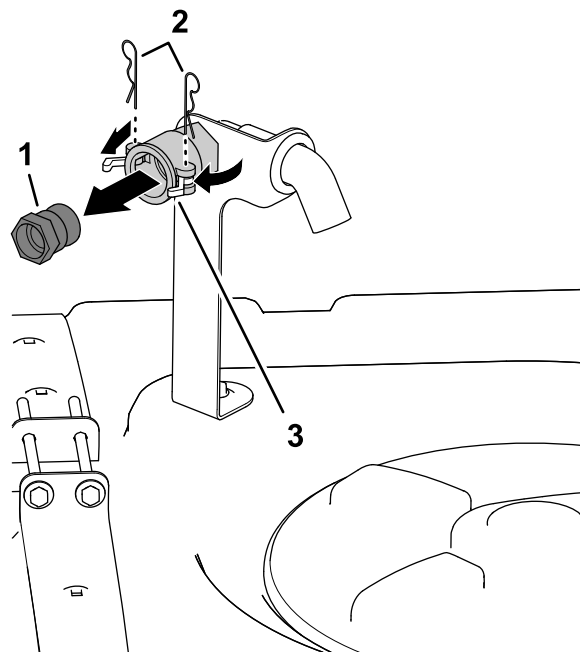

Bild 4
1. Entfernen Sie vorne an der rechten Seite der Behälterabdeckung die zwei Splinte, mit denen die Riegel für die Schnelltrennkupplung für den Rücklauffüllanschluss befestigt sind (**Bild 4**).
2. Drehen Sie die Riegel in die geöffnete Stellung, um das Schnelltrennanschlusstück von der Schnelltrennkupplung zu entsperren (**Bild 4**).
3. Nehmen Sie das Schnelltrennanschlusstück von der Schnelltrennkupplung ab (**Bild 4**).
4. Schließen Sie die Riegel und setzen Sie die Splinte in die Flansche der Schnelltrennkupplung ein (**Bild 4**).